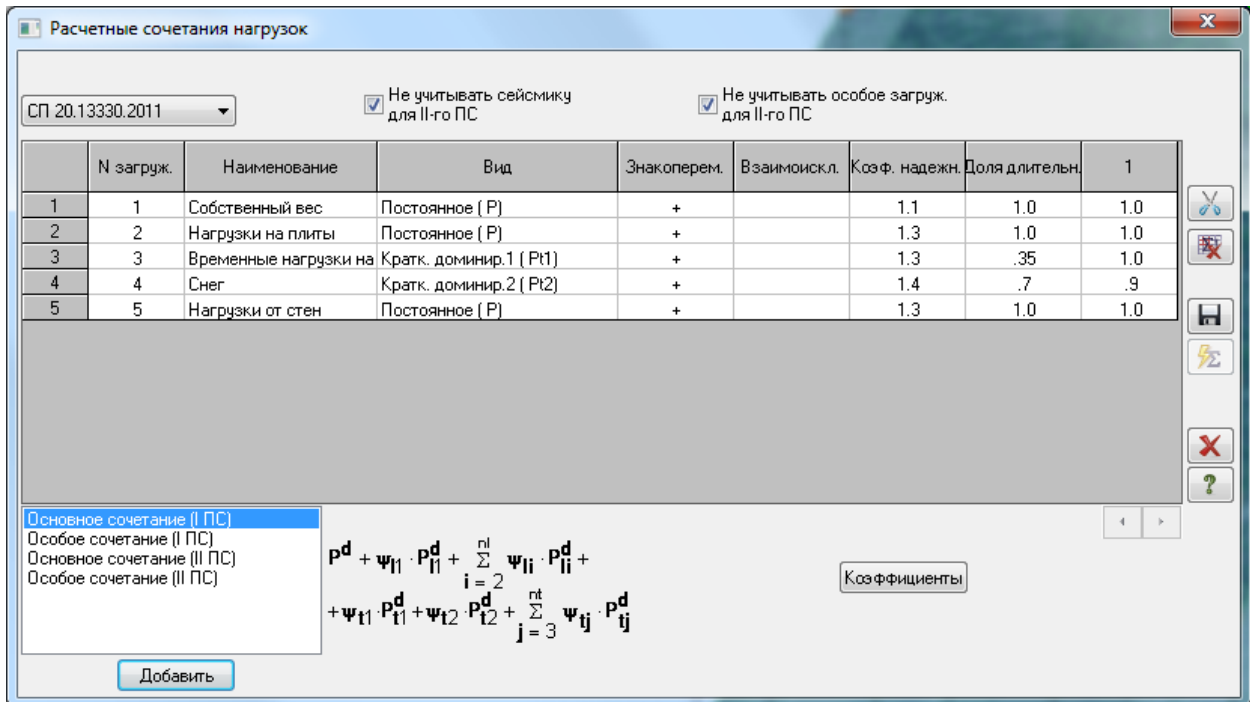

Рис.17.2. Диалоговое окно Расчетные сочетания нагрузок
- Откорректируйте столбцы **Вид**, **Коэффициент надежности** и **Доля длительности** как это показано на рис. 17.2.